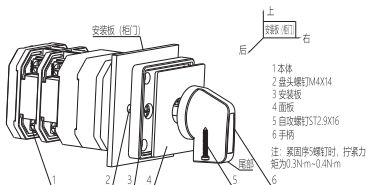

图7 LW112定位型、自复型、定位自复型安装示意图
6.2.2 LW112定位型、自复型、定位自复型产品安装方法(见图7, 与LW5D相同)